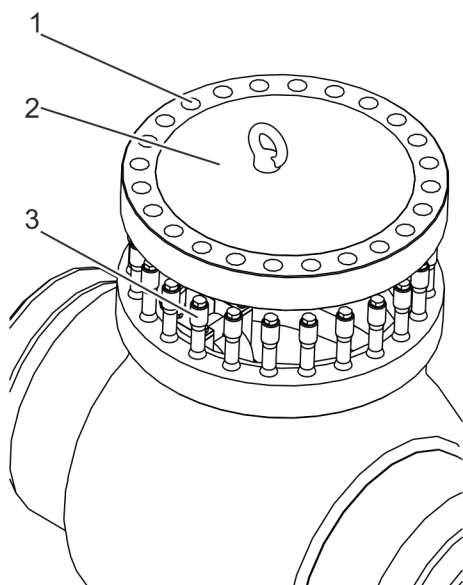

Fig. 22: Montage du couvercle du bâti
9. ➤ Soulever le couvercle du bâti (Voir la Fig. 22/2) au-dessus du bâti avec un engin de levage.
10. ➤ S'assurer que les trous (Voir la Fig. 22/1) du couvercle du bâti et les tiges filetées (Voir la Fig. 22/3) du bâti se font face.
À l'aide de l'engin de levage, abaisser lentement le couvercle du bâti (Voir la Fig. 22/2) sur les tiges filetées du bâti.